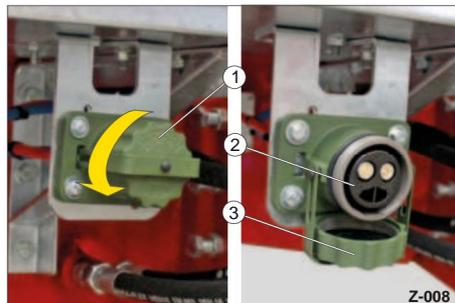

Fig. 8 Alimentazione 24 V
• Svitare il tappo (Fig. 8/3).